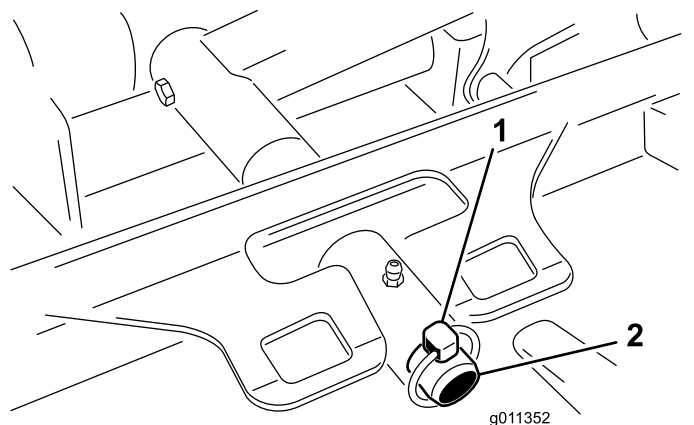

Bild 120
3. Entfernen Sie den Klappstecker (für Groundsmaster 4500-Maschinen) oder die Befestigungsmutter (für Groundsmaster 4700-Maschinen), mit dem bzw. der der Mähwerkträgerrahmen am Lagerbolzen des Hubarms befestigt ist (Bild 120).
2. Schieben Sie den Trägerrahmen des Mähwerks auf den Lagerbolzen des Hubarms (Bild 120). Befestigen Sie das Mähwerk mit dem Klappstecker (für Groundsmaster 4500-Maschinen) oder der Befestigungsmutter (für Groundsmaster 4700-Maschinen) am Lagerbolzen.